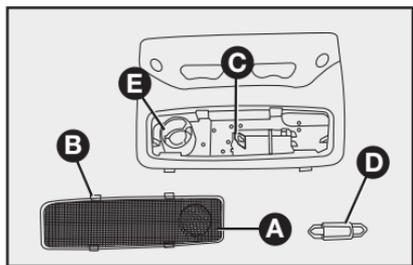

fig. 68
- Para trocar a lâmpada de leitura **E-fig. 68**, girar o conector no sentido anti-horário e puxar a lâmpada fixada a pressão;